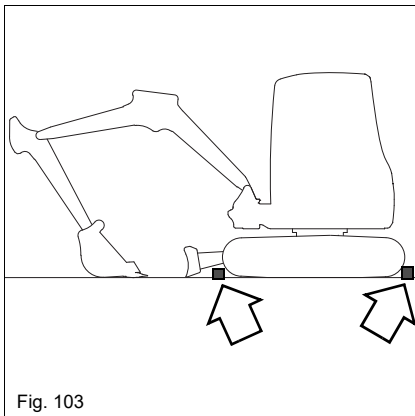

Fig. 103
12. Colocar as devidas proteções por baixo das esteiras (p. ex., calços) como em Fig. 103.